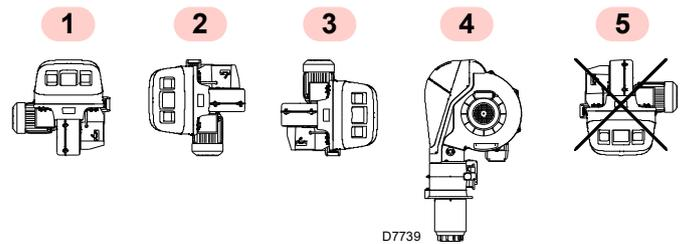

Fig. 14
- Il bruciatore è predisposto esclusivamente per il funzionamento nelle posizioni **1, 2, 3 e 4** (Fig. 14).